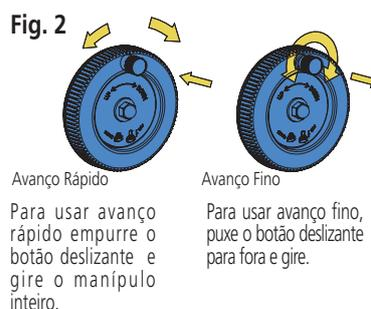

Fig. 2
- **Seleção de avanço rápido e fino no manípulo de avanço.** Avanço rápido ou fino pode ser selecionado, puxando ou empurrando o botão deslizante do manípulo de avanço. (Fig. 2)